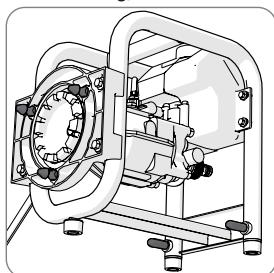

Fig. 11
- Gardez les 3 broches de fixation et les 2 broches de stabilisation propres, et une très légère couche d'huile à base de silicone peut être vaporisée de temps en temps. (**Fig. 11**)